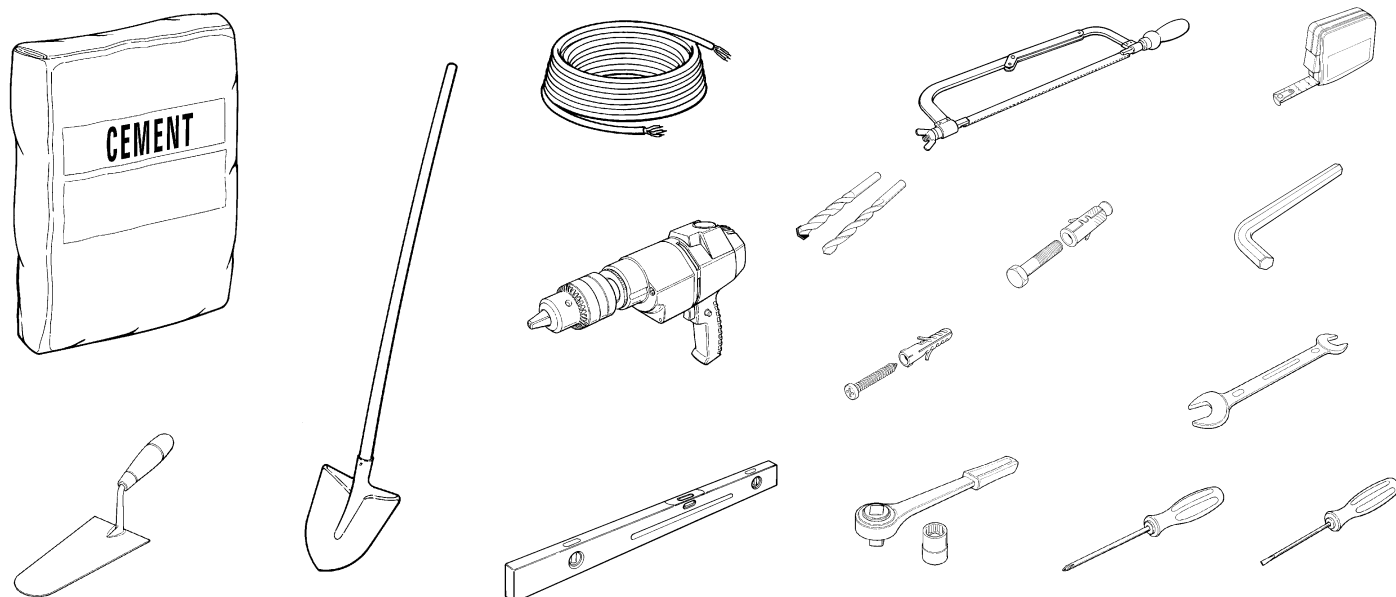

Figura 16
**Assicurarsi di avere tutti gli attrezzi ed il materiale necessario per effettuare l'installazione; verificare che siano in buono stato e conforme a quanto previsto dalle normative di sicurezza. Alcuni esempi in Figura 16.**